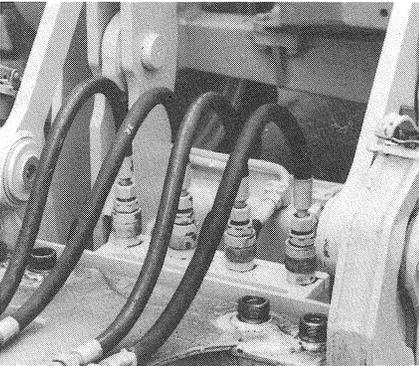

Bild 38
(1) Staubkappen von den Schnellkupplungen im Schaufelarm abnehmen.
(2) Staubschutzkappen von den Schnellkupplungen abnehmen. Schnellkupplungen der Schläuche mit den Schnellkupplungen im Schaufelarm verbinden (Bild 38). Auf Farbmarkierung achten.